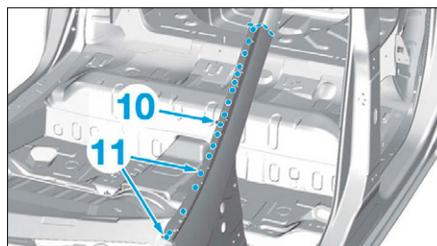

FIG. 52
- Replier vers l'intérieur à 180° l'ergot de maintien en (10) (Fig.52).
- par points bouchons MAG en (11).